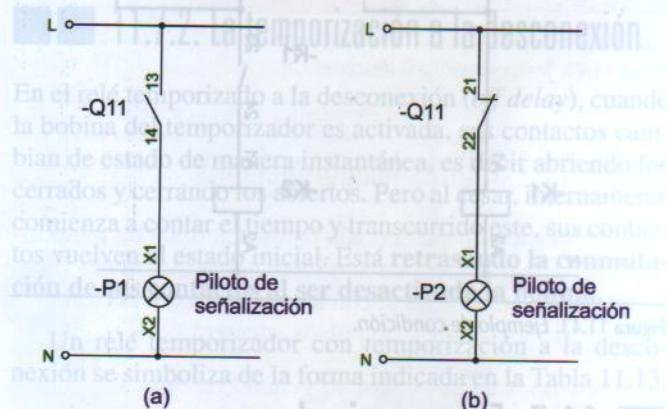

Figura 11.42. Técnicas de señalización.
- Sobre carril DIN, se suele indicar el color del piloto si se activa. Por ejemplo, en la figura 11.42(b), el piloto C2 se activa cuando el selector P2 se coloca en la posición 2.
Los elementos de señalización con contactos cerrados se emplean cuando se desea indicar que cierto contactor o relé no está activado. Por ejemplo, en la Figura 11.42(b), el piloto de señalización P2 se activará cuando el contactor Q11 no esté activado, si el contactor Q11 activa por ejemplo un motor, el piloto P2 indicará que el motor está parado.
Los elementos de señalización con contactos abiertos se emplean cuando se desea indicar que cierto contactor o relé está activado. Por ejemplo, en la Figura 11.42(a), el piloto de señalización P1 se encenderá cuando el contactor Q11 esté activado, si el contactor Q11 activa por ejemplo un motor, el piloto P1 indicará que el motor está funcionando.